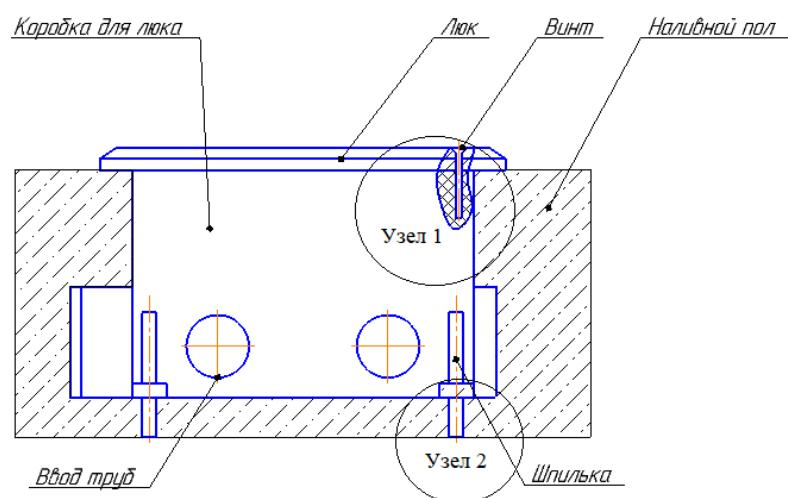

Рис. 6
3. С помощью шлицевой отвертки выставить необходимый уровень и горизонт коробки относительно поверхности пола путем вращения шпилек $L = 50$ мм (рис. 6 узел 2).
6. Установить люк на коробку и зафиксировать винтами $L = 25$ мм (рис. 6 узел 1).